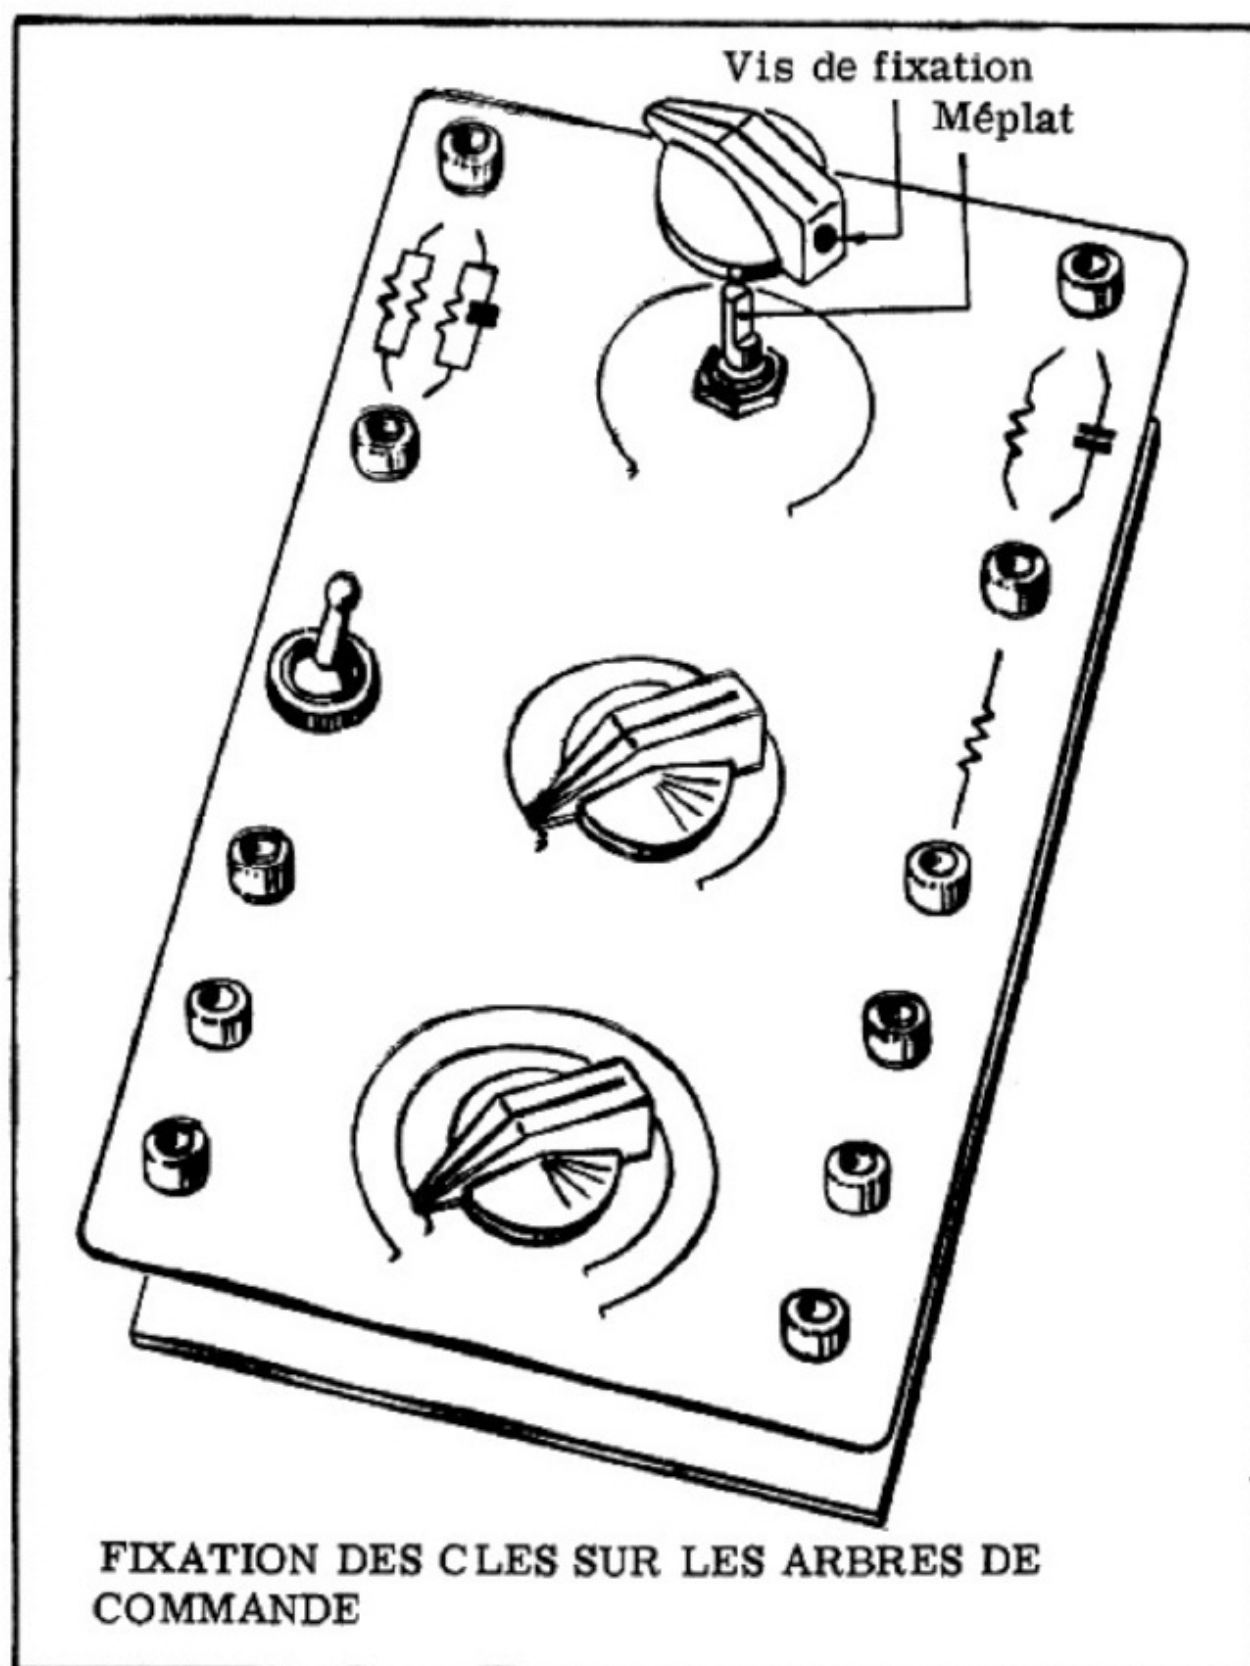

Figure 21
a) En vous aidant des pinces, tournez les axes de commande des commutateurs de sorte que le côté fraisé plat se trouve comme indiqué par la *figure 21*.
b) Placez les boutons à flèche sur chaque axe des commutateurs de manière que la vis pour fixation se trouve du côté fraisé, comme montré *figure 21*.